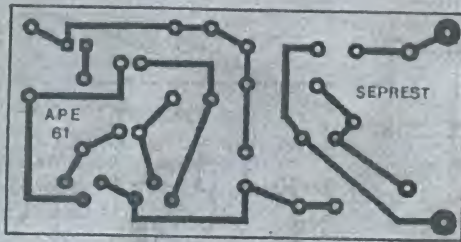

Fig.2
- FIG. 2 - LAY OUT DO CIRCUITO IMPRESSO ESPECÍFICO - Como os componentes são poucos, forçosamente o arranjo de ilhas e pistas (áreas cobreadas vistas em preto, e em tamanho natural, na